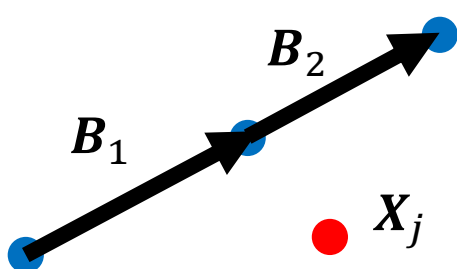
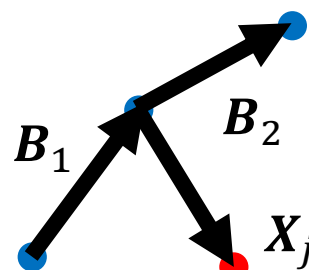

图 8 Corner case: 三点共线
图 9 Corner case: 垂直情况
点共线的情况 (图 8), 会导致 $(\mathbf{R}\mathbf{B}_1)^T \mathbf{B}_2 \equiv 0$ 。此时只需将 $(\mathbf{R}\mathbf{B}_1)^T \mathbf{B}_2 = 0$ 的临界情况并入式 (2) 中 $(\mathbf{R}\mathbf{B}_1)^T \mathbf{B}_2 > 0$ 与 $(\mathbf{R}\mathbf{B}_1)^T \mathbf{B}_2 < 0$ 两个条件的其中之一即可。另一个情况是 $(\mathbf{X}_j - \mathbf{A}_{b,i}) \perp \mathbf{B}_k, k = 1, 2$, 如图 9 所示, 此时 $B_{yk}(x_j - x_i) - B_{xk}(y_j - y_i) \equiv 0$ 。此时只需将式 (2) 中的 $B_{yk}(x_j - x_i) - B_{xk}(y_j - y_i) > 0$ 更改为 $B_{yk}(x_j - x_i) - B_{xk}(y_j - y_i) \geq 0$ 即可 cover 上述情况。考虑 corner case 后, 式 (2) 变为式 (3):